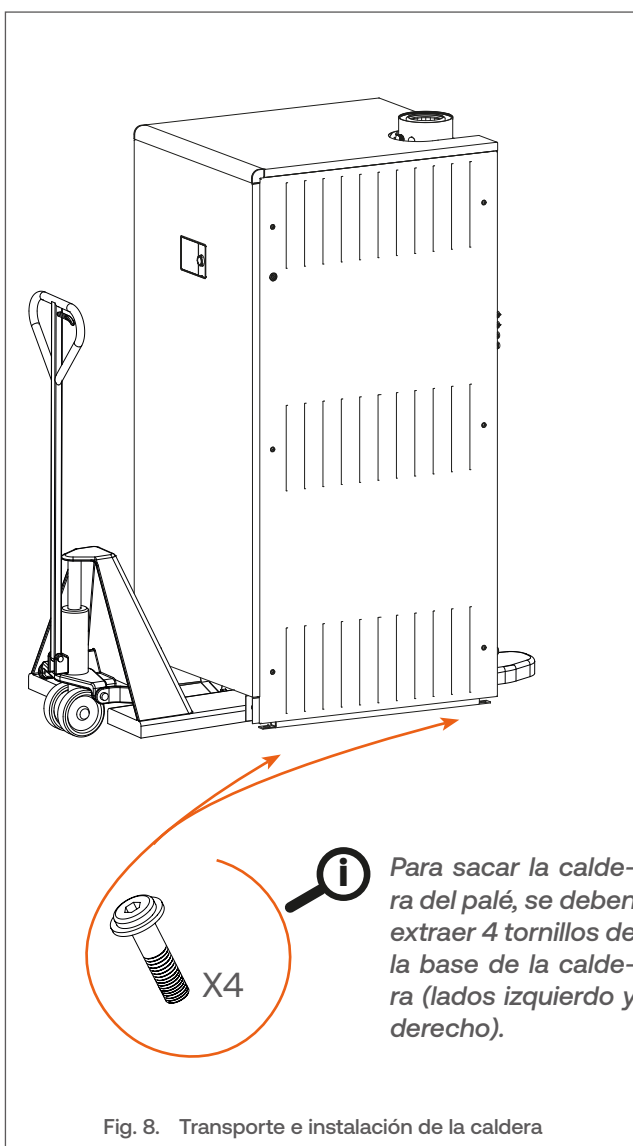

Fig. 8. Transporte e instalación de la caldera
1. Pase los brazos de la carretilla por debajo de la caldera empezando por la parte frontal (consulte la **Fig. 8**).